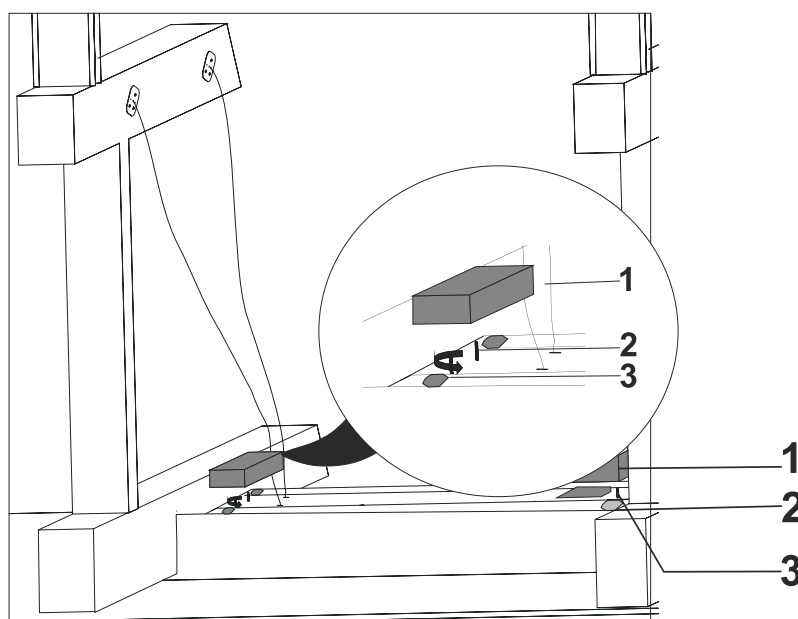

Fig. 24
9. ➡ Placer lægterne oven på emhætten, så de passer med skruenhullerne (Fig. 24).
For at undgå mulige vibrationer/ressonnans kan der placeres isolering ml. lægte og overflade (isolering købes separat) (Fig. 24).
Skrue nu nede fra igennem skruenhullerne op i lægterne for at spænde emhætten fast (Fig. 24)